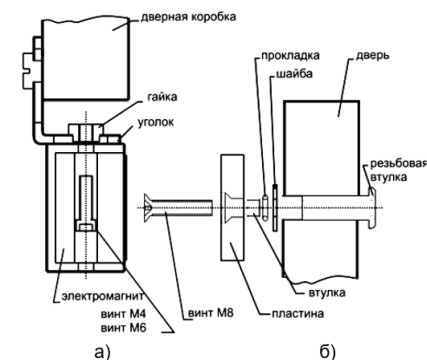

Рис.1. Схема установки замка
1.1.2. При помощи двух винтов электромагнита и гаек из крепежного комплекта установите электромагнит на уголок, как показано на Рис.1а.
2.2. С помощью деталей из монтажного комплекта установите пластину с внутренней стороны двери согласно Рис.1б. При установке необходимо обеспечить люфт пластины относительно крепежного винта. Люфт обеспечивается установкой резиновой прокладки, шайбы и втулки, входящих в монтажный комплект.